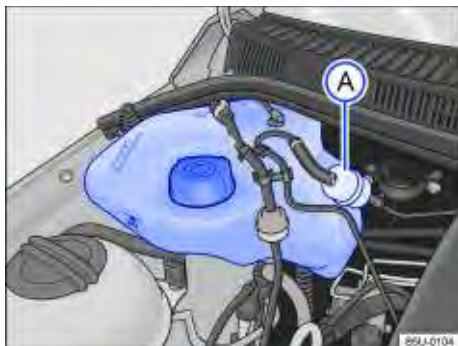
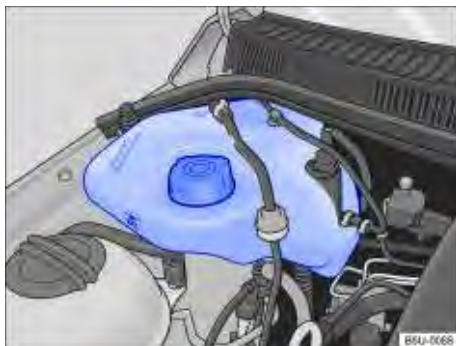

Fig. 129 No compartimento do motor: reservatório de gasolina para o sistema de partida a frio para motores 1.0.
Fig. 130 No compartimento do motor: reservatório de gasolina para o sistema de partida a frio para motores 1.6.
O reservatório de gasolina do sistema de partida a frio encontra-se no compartimento do motor, no lado direito ⇒ Fig. 129 ou ⇒ Fig. 130.
Para os veículos com motor 1.0, o filtro do reservatório de gasolina do sistema de partida a frio ⇒ Fig. 129 (A) deve ser trocado de acordo com os intervalos de manutenção indicados no ⇒ *caderno Manutenção e garantia*.
- Nunca ultrapassar a marca “MAX” indicada no reservatório ⇒ Fig. 129 ou ⇒ Fig. 130.